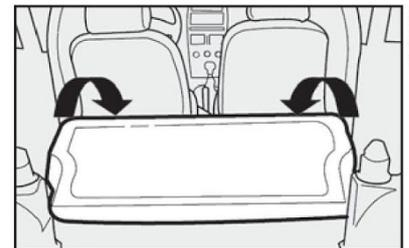

fig. 107
4) Rebater para a frente o encosto, passando os cintos pelos lados, até que este se apoie sobre o assento traseiro fig. 107.